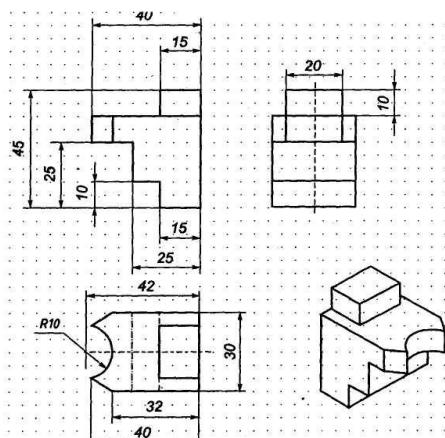

Рисунок 39
15. Повторяем пп.10-12 для отрезков 1-6 (см. рис.39).
20. Плоский чертеж трех видов детали готов (рис.39)
13. В появившемся диалоговом окне Параметры для выдавливания 3-мерной модели подвески задайте параметр толщины подвески s3=3мм – «На расстояние» 3мм (см. рис.39).